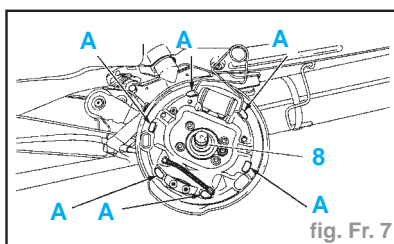
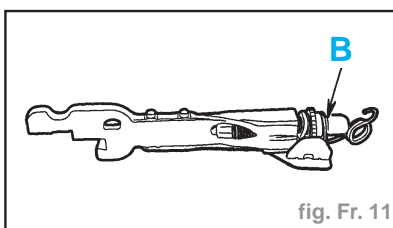

fig. Fr. 7
fig. Fr. 11
- Remplacer systématiquement le joint (8) (fig. Fr. 7).
- les surfaces (A) avec une graisse type **LUBRITHERM G200**
Impératif : Ramener en position initiale (B) la molette du système de rattrapage de jeu (fig. Fr. 11).